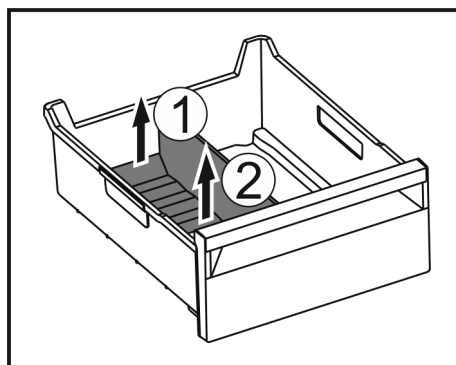

Fig. 178
- Приподнимите заднюю часть разделителя отделения для льда. Fig. 178 (1)
- Извлеките разделитель отделения для льда движением вверх. Fig. 178 (2)